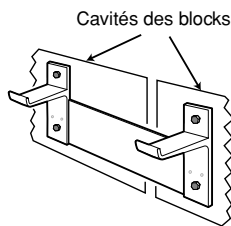

Fig. 1
- 1 Choisissez l'endroit où vous souhaitez monter l'écran. Afin de vous assurer un alignement correct, utilisez le gabarit fourni. (fig. 1)
- 1 Choisissez l'endroit où vous souhaitez monter l'écran. Dans cette zone, positionnez le support mural de façon à ce que les quatre trous de montage des extrémités se situent au-dessus des cavités des blocs de béton (voir Figure 1)